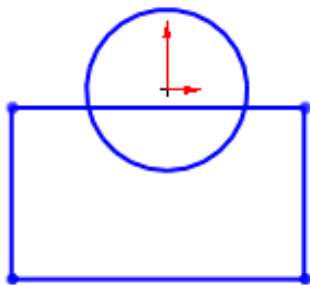
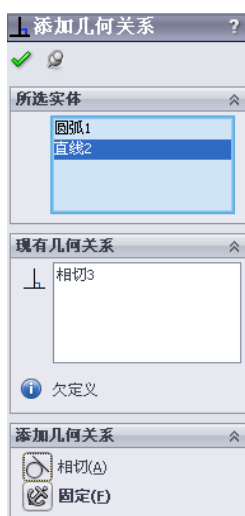
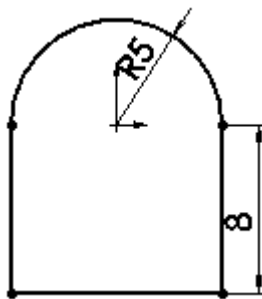

图 10-165 绘制草图
图 10-166 添加“相切”约束
图 10-168 标注智能尺寸
2) 绘制草图。在左侧的“FeatureMannger 设计树”中选择“前视基准面”作为绘图基准面，然后单击“草图”工具栏中的（圆）按钮，绘制一个圆，将圆心落在原点上；单击“草图”工具栏中的（边角矩形）按钮，绘制一个矩形，如图 10-165 所示。单击“尺寸/几何关系”工具栏中的（添加几何关系）按钮，添加矩形左边竖边线与圆的“相切”约束，如图 10-166 所示，然后添加矩形另外一条竖边与圆的“相切”约束。单击“草图”工具栏中的（剪裁实体）按钮，将矩形上边线和圆的部分线条剪裁掉，如图 10-167 所示，标准智能尺寸如图 10-168 所示。